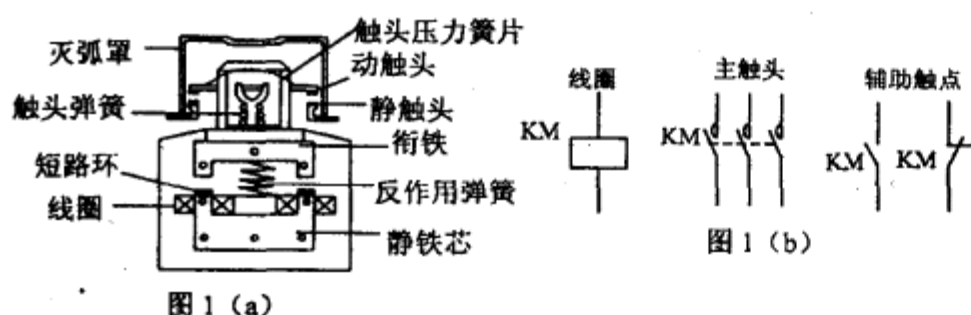

图1(b)
从结构特点上认识低压电器,对我们理解电器的工作原理,学习种类繁多的低压电器是很有意义的。以下以交流接触器为例来说明低压电器的结构特点,如图1(a)所示为其结构示意图,它由电磁机构,触头系统,灭弧装置等三部分组成。当给电磁机构中的线圈通电(感受外界信号)后,其产生磁场,使静铁芯产生足够的吸力,克服反作用弹簧与动触头压力簧片的反作用力,将衔铁(动铁芯)吸合,使触头的状态发生改变即常开触头闭合,常闭触头断开以执行信号指令。当线圈断电后,电磁吸力消失,衔铁在反作用弹簧力的作用下释放,各触头随之恢复原始状态。交流电器的静铁芯和衔铁,一般用硅钢片叠压铆成,以减少交变磁场在铁芯中产生的涡流和磁滞损耗,防止铁芯过热,并在其静铁芯和衔铁的两端部开槽嵌装用铜、康铜或合金材料制成的短路环,以保证交流励磁电流过零时衔铁始终被吸引,消除衔铁的振动和发出的噪音。直流电器则不存在上述问题,其静铁芯和衔铁采用整块铸钢或软铁制成。图1(b)为交流接触器的电气图形符号
③ 分开表示法 把一个项目某些符号在简图中分开布置,并用项目代号(或文字符号)表示它们之间相互关系的方法称为分开表示法,如图1(b)所示。分开表示法没有机械连接线,从而减少或避免了图线的交叉,
每一部分符号旁,如图1(b)所示。